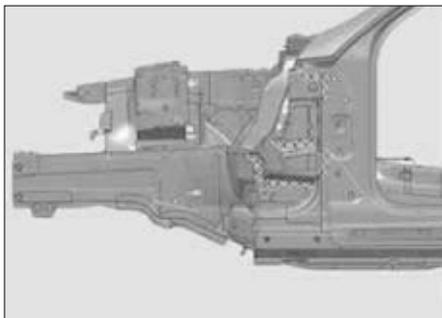

FIG. 44
- Chauffer avec un pistolet à air chaud les parties supérieures avant du longeron (4 et 5) dans les zones quadrillées (Fig.44).